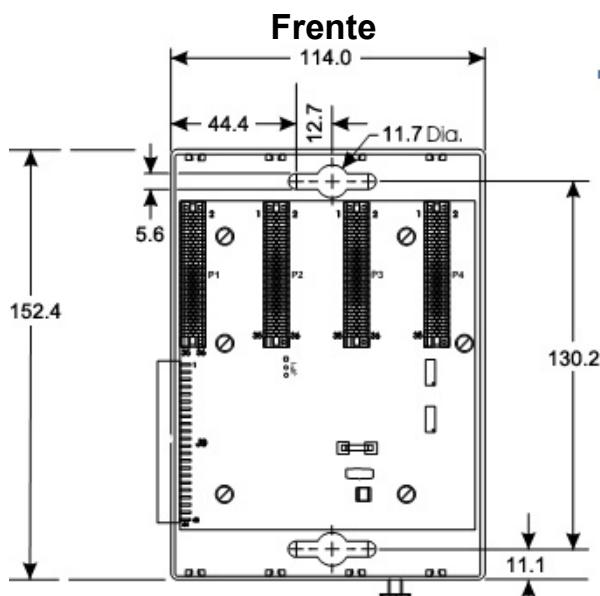

Figura 3. Dimensões do invólucro de expansão com 4 slots do ControlWave Micro (em milímetros)
- Invólucro de expansão.** Posicione o invólucro de expansão à direita do invólucro de base e localize os orifícios de montagem, usando o invólucro de expansão como modelo (consulte a Figura 3 para conhecer as dimensões).